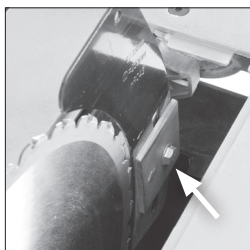

Fig. 15
- Afloje el perno de fijación de la doladera varias vueltas y levántelo hasta su punto más alto (**Fig. 15**).
- Deslice la doladera (está en una ranura para mayor comodidad) entre la placa de fijación y el bloque de montaje (**Fig. 15**). Asegúrese de que las asas que sobresalen de los bloques de montaje engranan en la ranura de la doladera.